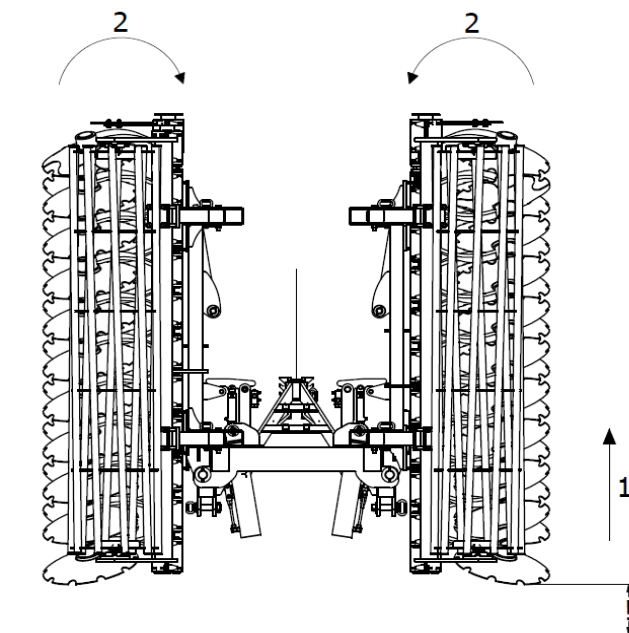

Fig. 8 Étapes du dépliage de la machine : 1 - machine levée au maximum, 2 - bras latéraux repliés en position « fermée ».
1. Commencer par lever la machine au maximum pour s'assurer que les bras pliables ne frappent le sol lors de l'opération (fig. 8).
système de verrouillage hydraulique afin de s'assurer que le verrouillage se déverrouillera et permettra ensuite de déplier les bras latéraux. Cette action est indispensable pendant chaque dépliage (« ouverture ») des bras de la machine (fig. 8).